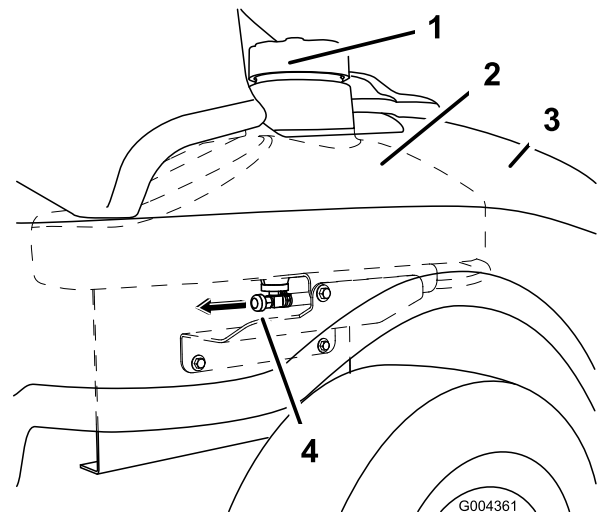

Bild 39
3. Schließen Sie den Kraftstoffhahn vorne unter dem Kraftstofftank (Bild 39).
7. Öffnen Sie den Kraftstoffhahn. Lassen Sie den Kraftstoff in einen Benzinkanister oder ein Auffangwanne ablaufen (Bild 39).